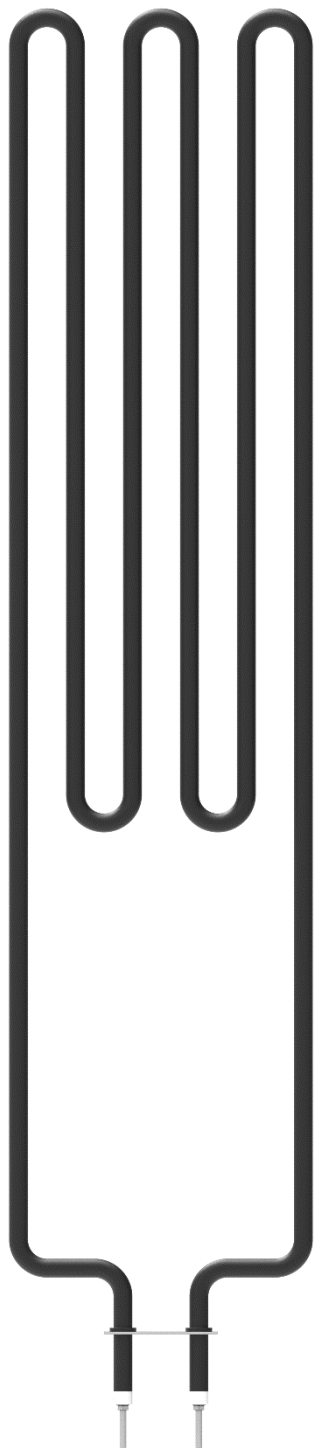
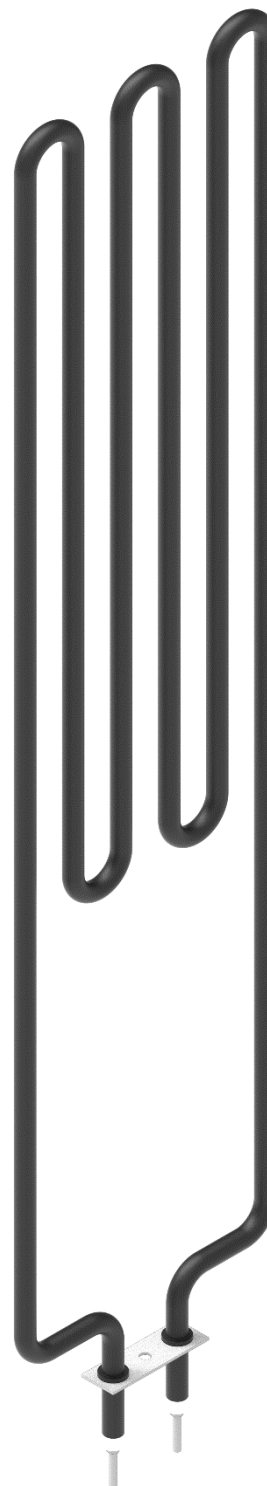

Рис.4. Вид спереди
Рис.5. Изометрическая проекция
1) ТЭНы – электронагревательный прибор в виде металлической трубки, заданной формы, согласно проектной документации, заполненный теплопроводящим электрическим изолятором. (Рис. 4. ТЭН – вид спереди), (Рис. 5. ТЭН – Изометрическая проекция).